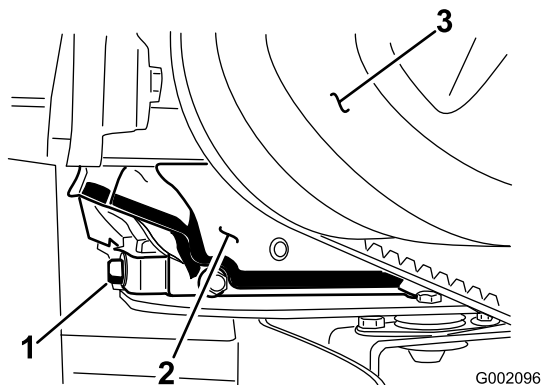

Bild 38
5. Stellen Sie eine Auffangwanne mit einem Fassungsvermögen von 1,5 l unter die Ablassschraube (Bild 38).
6. Nehmen Sie die Ablassschraube ab (Bild 38).